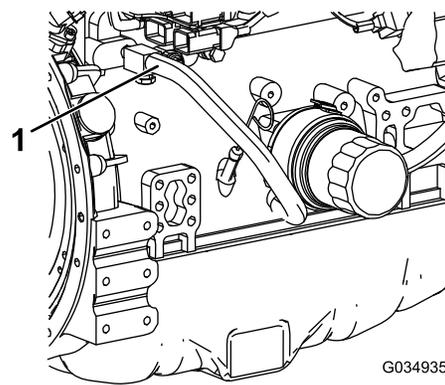

Figura 123
- 7. Togliete il flessibile del refrigerante dal radiatore dell'olio del motore (Figura 123).